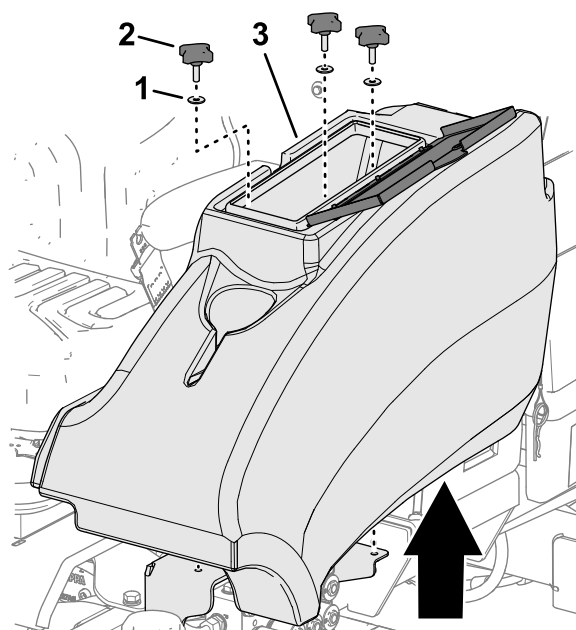

**Figura 56**
2. Rimuovete le 3 manopole e le 3 rondelle che fissano il vano portaoggetti alla macchina, e rimuovetelo (Figura 56).
1. A sinistra della piattaforma dell'operatore, aprite lo sportello del vano portaoggetti (Figura 56).